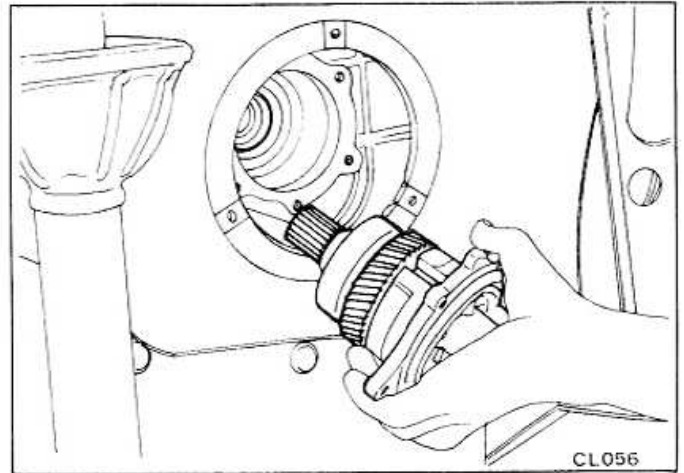

Fig. CL-3 Dépose du pignon de commande primaire
4. Détacher le levier de débrayage. Dévisser les 6 boulons sur le logement de palier et extraire le pignon de commande primaire par l'ouverture pratiquée sur le côté droit du passage de roue comme indiqué à la figure CL-3.